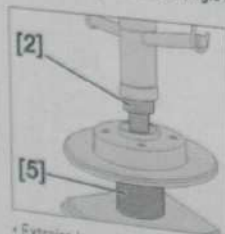

Fig. 54
- Poser les outils [2] et [5] (Fig.54).